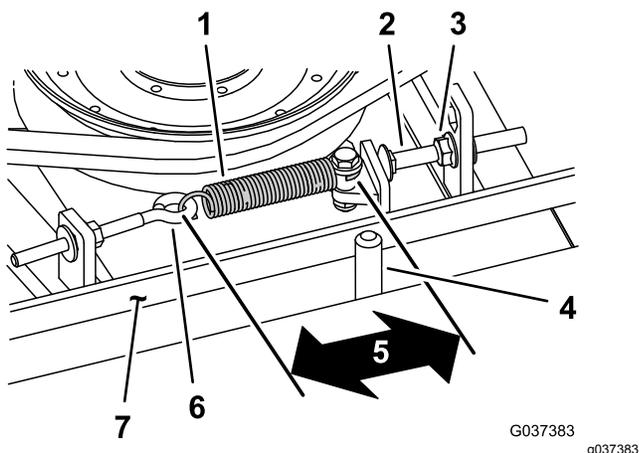

Figura 75
Quando la tensione è corretta, la misura interna della molla di prolunga (da gancio a gancio) deve essere circa 8,3–9,5 cm. Quando la tensione della molla è giusta, regolate il bullone di arresto (bullone a testa tonda) fino ad ottenere un gioco di 2–5 mm tra la testa del bullone ed il braccio di rinvio (Figura 75).
Nota: Verificate che la cinghia si trovi dal lato molla del guidacinghia (Figura 75).
- Allentate il bullone ad occhio per consentire la rimozione della molla di prolunga (Figura 75).
- Allentate il dado flangiato che fissa il bullone di arresto all'aletta di montaggio e spostate la puleggia tendicinghia dalla cinghia per rilasciare la tensione (Figura 75).
9. Collegate la molla di prolunga (Figura 75) al bullone ad occhio e tendete la cinghia come segue: